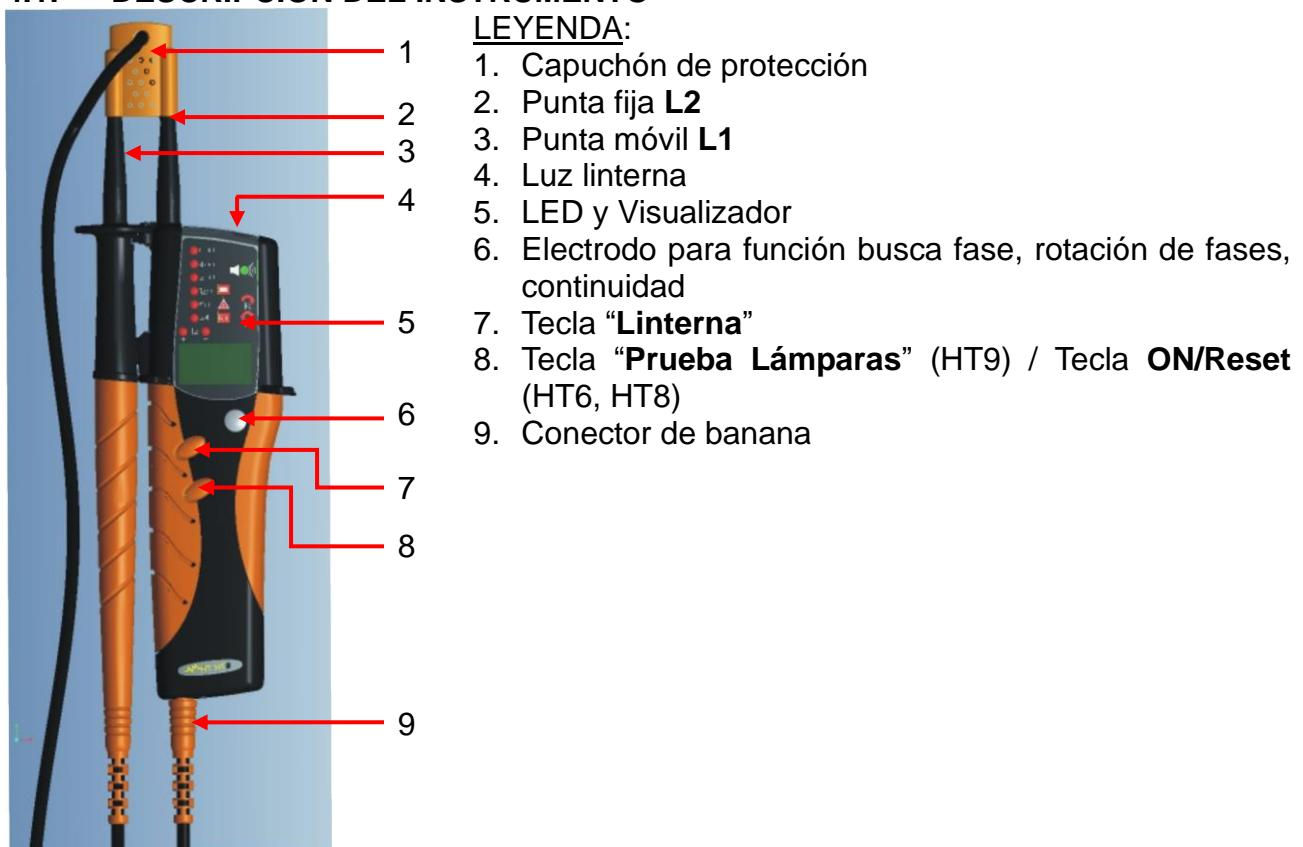

Fig. 1: Descripción del instrumento
5. En caso de medidas en ambientes escasamente iluminados, pulse la tecla Linterna (vea la Fig. 1 – punto 7) para activar el puntero LED blanco.
1. Toque con el dedo el contacto "Electrode" (vea la Fig. 1 – punto 6).
4. En caso de medidas en ambientes escasamente iluminados, pulse la tecla Linterna (vea la Fig. 1 – punto 7) para activar el puntero a LED blanco.
1. Toque con el dedo el contacto "Electrode" (vea la Fig. 1– punto 6).
4. En caso de medidas en ambientes escasamente iluminados, pulse la tecla Interna (vea la Fig. 1 – punto 7) para activar el puntero a LED blanco.
1. Toque con la punta L2 (vea Fig. 1 - punto 2) el cátodo y con la punta L1 (vea Fig. 1 – punto 3) el ánodo del diodo a testear → el LED Rx tiene que estar encendido y el avisador sonoro debe emitir sonido
3. En caso de medidas en ambientes escasamente iluminados, pulse la tecla Linterna (vea la Fig. 1 – punto 7) para activar el puntero a LED blanco.